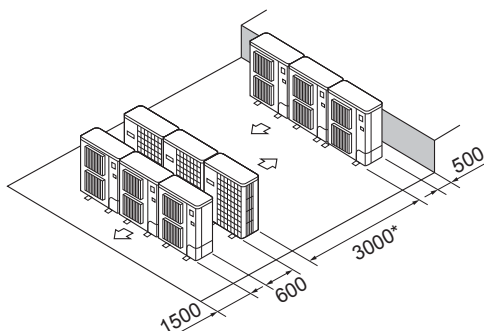

Fig. 2-14
- ⑥ Disposição de várias unidades em paralelo (Fig. 2-14)